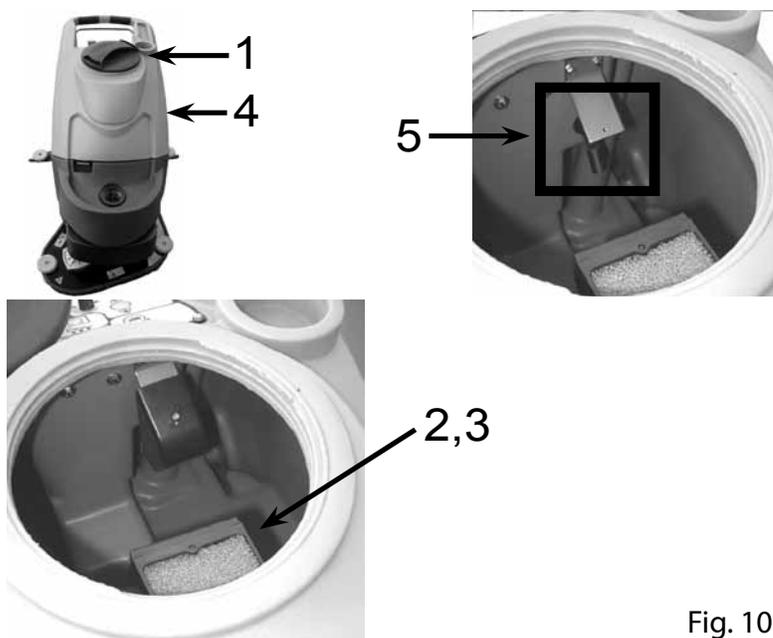

Fig. 10
**IMPORTANT :** Pendant le lavage du réservoir de récupération, ne jamais enlever le filtre aspiration (fig. 10, rep. 2) de son logement et ne jamais diriger le jet d'eau contre le filtre.
- Dévisser et enlever le bouchon (fig. 10, rep. 1) du réservoir de récupération (fig. 10, rep. 4);
- S'assurer que le réservoir de récupération (fig. 10, rep. 4) est vide;
- Nettoyer le flotteur (fig. 10, rep. 5) placé à l'arrière du réservoir de récupération en faisant attention à ne pas diriger le jet d'eau directement sur le flotteur;
- Retirer le filtre à air de l'aspirateur (fig. 10, rep. 2) du support de flotteur (fig. 10, rep. 3) situé en haut à l'intérieur du réservoir de récupération;